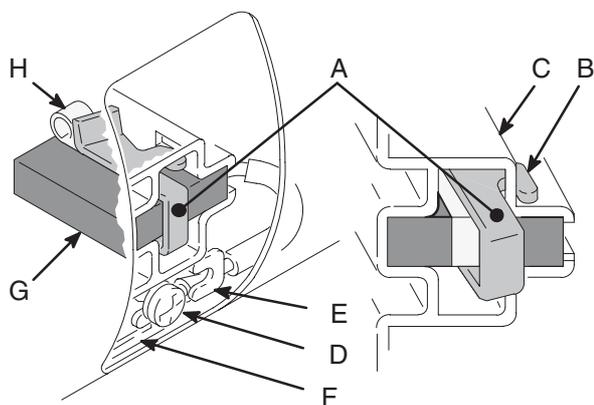

Fig. 5 01227
4. Fig. 5. Empuje la abrazadera de resorte 110816 (A) para liberar los ganchos (B) del portaescobillas (C). Saque la abrazadera de resorte.
5. Fig. 5. Afloje el tornillo del terminal (D). Extraiga el cable de la escobilla (E), dejando el cable del motor (F) en su posición. Extraiga la escobilla (G) y el muelle (H).
8. Fig. 5. Deslice el cable de la escobilla (E) debajo de la arandela del tornillo de terminal (D) y apriete el tornillo. Asegúrese de que el hilo conductor del motor (F) todavía esté conectado al tornillo.